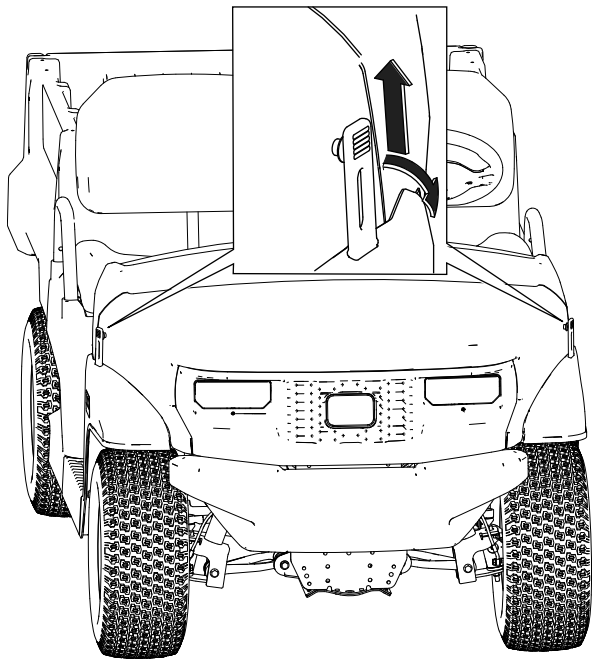

Figure 30
1. Soulevez la poignée des loquets en caoutchouc de chaque côté du capot (Figure 30).
2. Fixez le capot en place en alignant les loquets en caoutchouc sur les ancrages de verrouillage de chaque côté du capot (Figure 30).